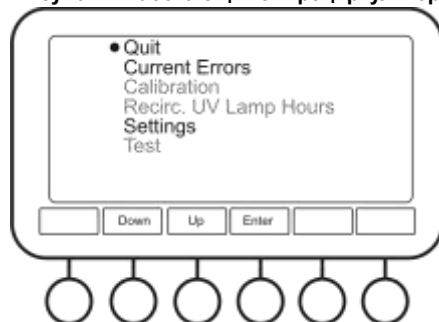

Рисунок 6. Сервисное меню
- 5.9.3 **Сервис (Service, рис. 6).** Пользователю доступен пункт Текущие ошибки (Current Errors) и Настройки (Settings)